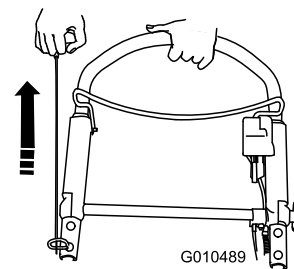

Figure 21
3. Tirez sur la poignée du lanceur (Figure 21).